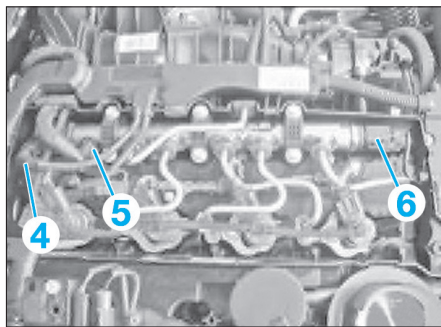

Fig. 66
- Débrancher la conduite haute pression (2) de la rampe (3).
- le connecteur (4) du régulateur de pression (Fig.66),